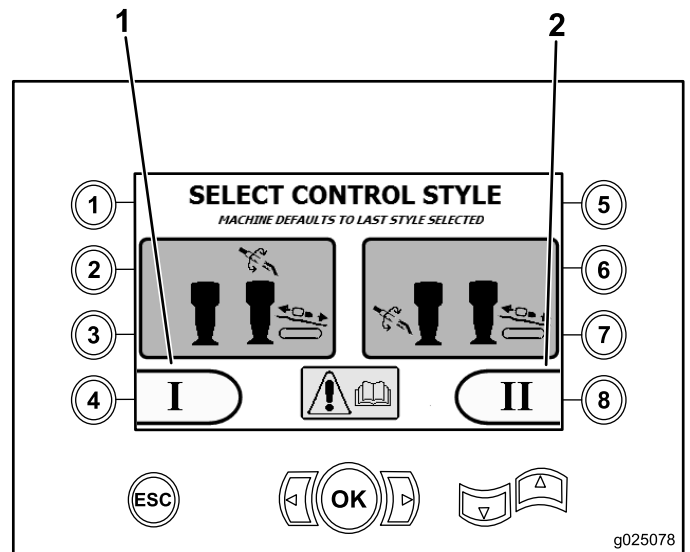

Figura 13
- Modo I – Coloca as funções de perfuração no joystick direito, enquanto o joystick esquerdo opera as funções do carregador de hastes e das chaves (Figura 13).
Pressione o botão nº 4 para selecionar esse modo (Figura 13).
- Modo II – Divide as funções de perfuração, das chaves e de carregamento entre os joysticks esquerdo e direito (Figura 13)
Pressione o botão nº 8 para selecionar esse modo (Figura 13).